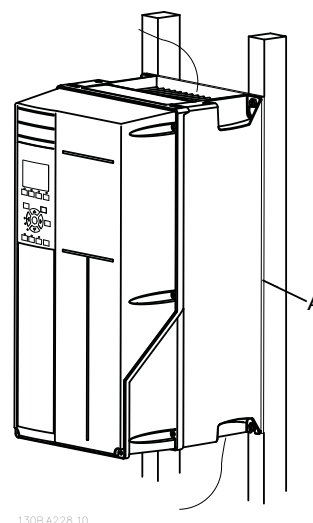

Ilustración 2.3 Montaje correcto con raíles
- Monte la unidad en una superficie plana sólida o en la placa posterior opcional para proporcionar flujo de aire de refrigeración (consulte *Ilustración 2.2* y *Ilustración 2.3*)
El elemento A de *Ilustración 2.2* y *Ilustración 2.3* es una placa posterior instalada correctamente para que circule el flujo de aire necesario para refrigerar la unidad.